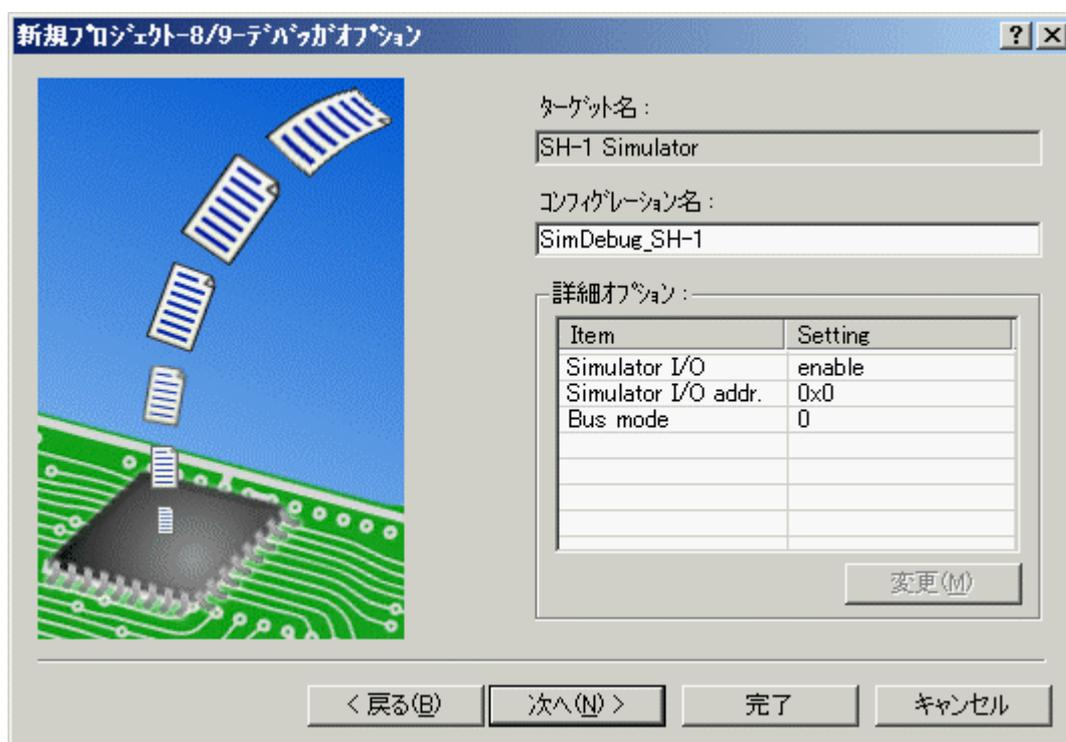

図 2.9 デバッガオプション設定画面 (Step8)
Step7画面で [Next>] をクリックすると、図 2.9に示す画面を表示します。この画面で、選択したデバッガターゲットのオプションを設定します。